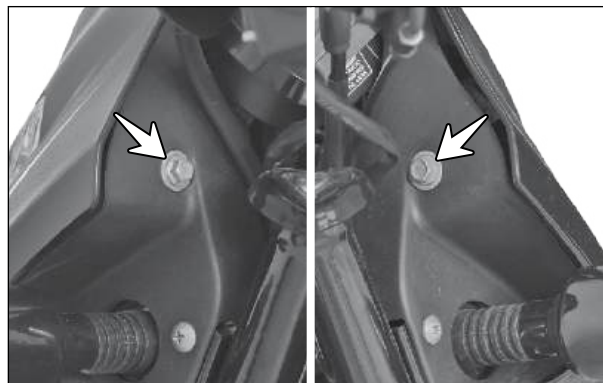

Fig. 5.66
- Remova os parafusos de fixação (M6x16) e as arruelas (setas) de ambos os lados do alojamento do farol. (Fig. 5.66)